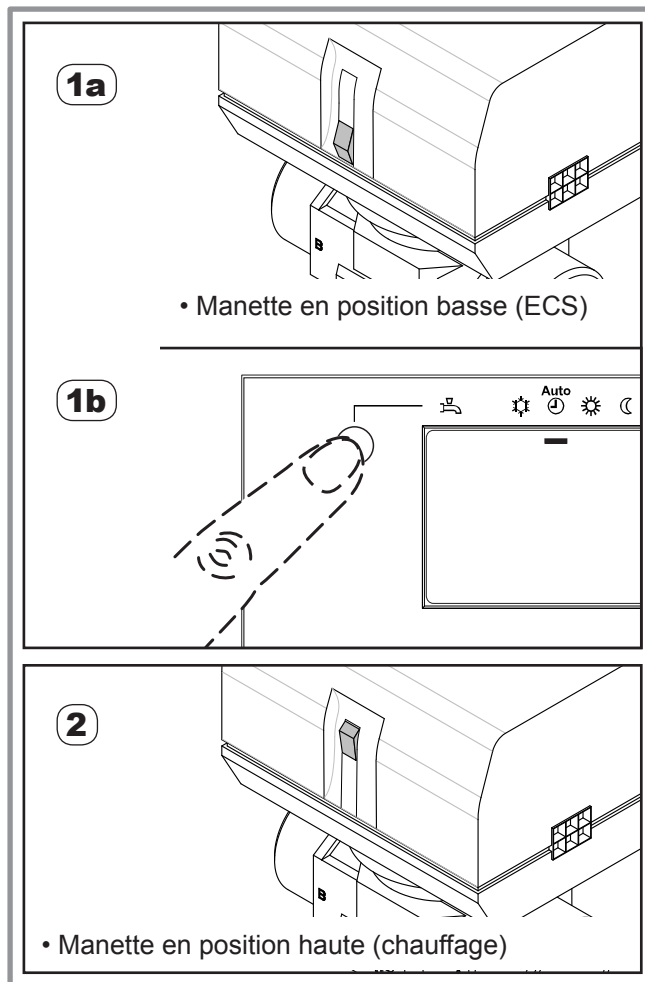

figure 45 - Vanne directionnelle en position chauffage
- **1a** - Si la manette de la vanne directionnelle est en position basse (position ECS) (figure 45) :
- **1a** - La manette de la vanne directionnelle doit être en position basse (position ECS) (figure 45).
• **1** - Si la manette de la vanne directionnelle est en position basse (position ECS) (figure 45) :
• **1a** - La manette de la vanne directionnelle doit être en position basse (position ECS) (figure 45).